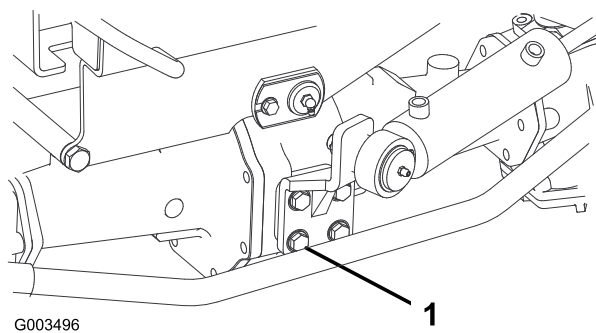

図 55
2. ステアリング・シリンダのボルトのトルクを点検してください (図 55)。ボルトを 6.6 ~ 8.2 kg.m にトルク締めする。